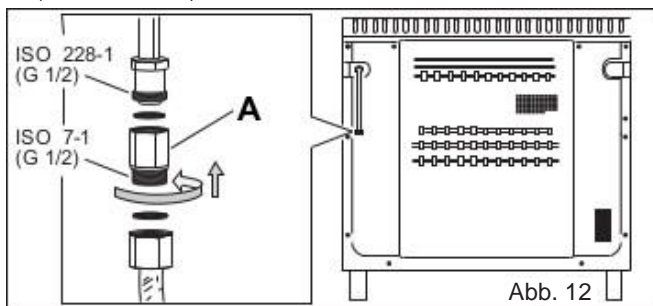

Abb. 12
- 2) über Edelstahlschlauch mit durchgehender Wand mit mechanischem Anschluss nach den ital. Normen UNI-CIG 9891 (maximale Länge des gezogenen Schlauchs 2.000 mm). Der Schlauch muss durch Einsetzen des mitgelieferten Anschlusses (A) an die Gasarmatur angeschlossen werden (siehe Abb. 12).